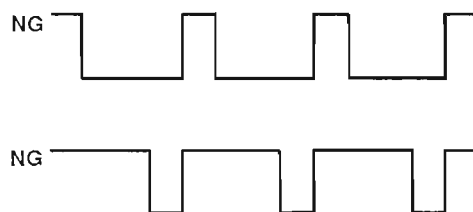

Fig. 12
- ⑧ It is a rare occurrence, but, if it is difficult to adjust the voltage due to high voltage fluctuation, connect pin 7 of IC502 to an oscilloscope. Adjust VR502 so that the 5V and 0V transitions are equal in duration (refer to fig. 12).
- ① YPDR601とRC601の両方の電源スイッチをOFFにする。
- ② テストディスクTX913510をセットしてディスク装着用重りで固定する。
- ⑦ まれに⑤⑥の方法ではV # 2の変動が大きすぎて調整が出来ないことがあるのでその場合は、IC502の7ピンをオシロスコープで観測し、5Vと0Vがほぼ同等に出現するようにVR502を調整する。(Fig.12)